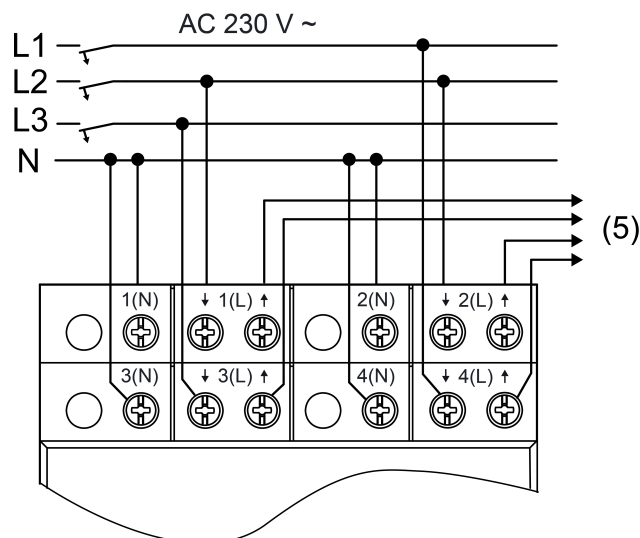

Bild 3: Anschlussbeispiel Energiesensor
(5) Zu den überwachten Verbrauchern
- Die zu überwachenden Stromkreise gemäß dem Anschlussbeispiel Energiesensor anschließen (Bild 3). Den Energiesensor hinter den Leitungsschutzschaltern anschließen.